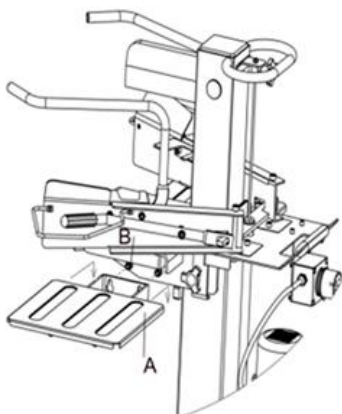

Fig. 7
4.2.5- Montage des plateaux de stockage droite et gauche (Fig.7)